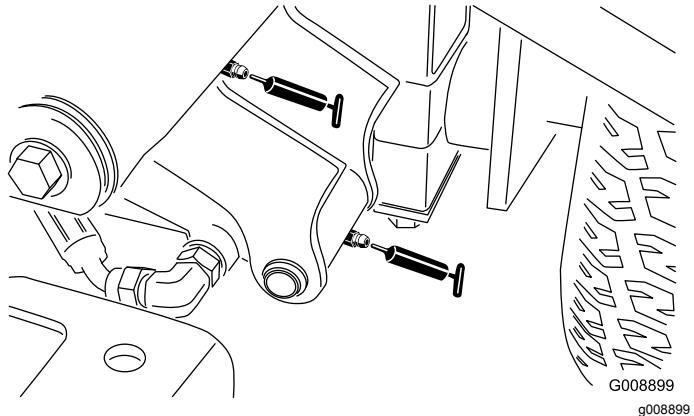

Рисунок 42
- Цилиндр поворота и подъема левого переднего подъемного рычага (2 места) (Рисунок 42)